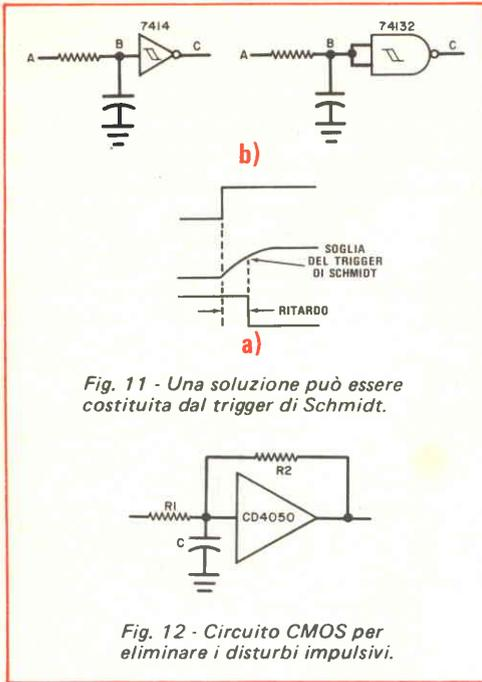

Fig. 11 - Una soluzione può essere costituita dal trigger di Schmidt.
8) - Un tipo particolare di logica TTL in grado di tollerare valori elevati della costante di tempo RC per eliminare i disturbi impulsivi è costituito dal trigger TTL di Schmidt. Nella fig. 11 sono illustrati i circuiti e le relative forme d'onda che si ottengono usando per questo scopo il modello 7414 (Schmidt sestuplo) ed il modello 74132 (Schmidt quadruplo con due ingressi). E' ancora necessario, impiegando questi dispositivi, limitare il valore del resistore approssimativamente a 330 Ω. Il modello CD 4093 è un trigger di Schmidt quadruplo con due ingressi appartenente alla famiglia logica CMOS, il cui impiego risulta molto conveniente per eliminare i segnali impulsivi indesiderati e per ritardarli usando resistori con valori fino a 100 kΩ circa.